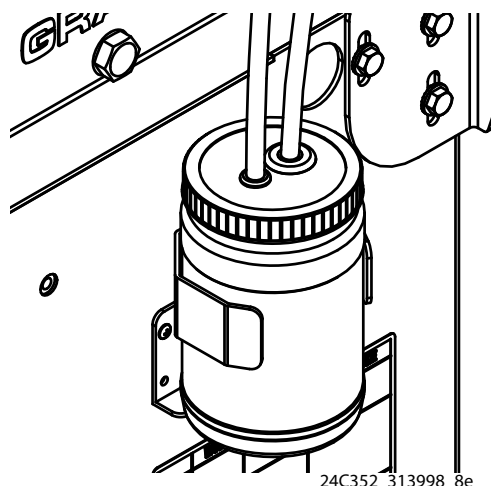

Рис. 17. Система подачи жидкости IsoGuard Select
2. Извлеките фитинги из впускного и выпускного отверстий цилиндра с жидкостью IsoGuard Select. Оставьте трубу подачи (ST), возвратную трубу (RT) и трубу контроля утечек (LT) подключенными к фитингам.
4. Извлеките резервуар (LR) для жидкости IsoGuard Select из кронштейна (RB) и открепите контейнер от крышки. Держа крышку над подходящим контейнером, извлеките обратный клапан и дайте жидкости IsoGuard Select стечь. Установите обратный клапан на впускной шланг. См. Рис. 17.
7. Привинтите резервуар к блоку крышки установите его в кронштейн (RB).
8. Протолкните трубу подачи (ST) приблизительно на 1/3 внутрь резервуара.
9. Проталкивайте возвратную трубу (RT) в резервуар, пока она не достигнет дна.